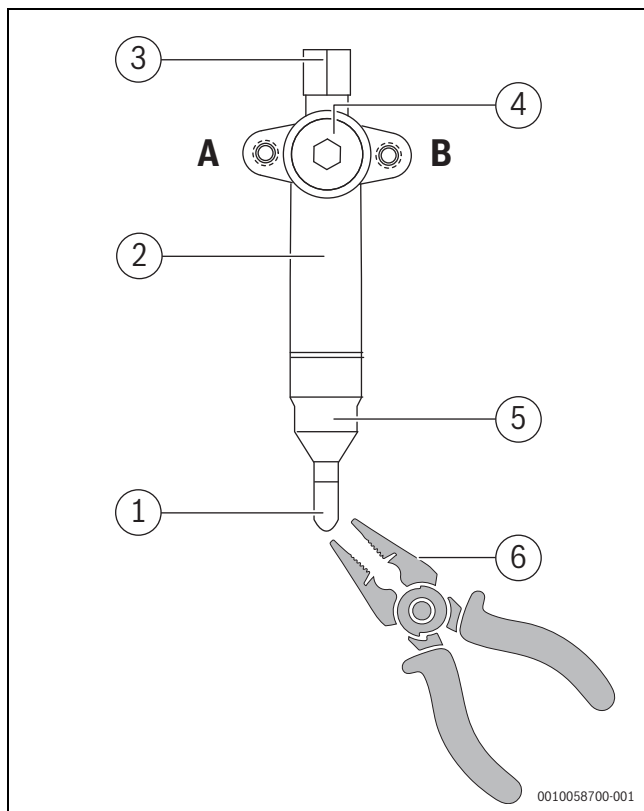

Fig. 22
- ▶ Îndepărtați tubul de etanșare mare (→ Fig. 22).